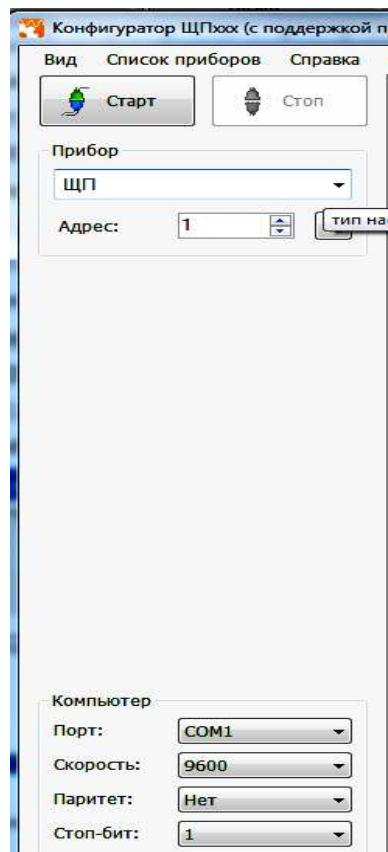

Рисунок 3 – Запуск программы конфигуратора
3.8.2 Для запуска программы конфигуратора (после успешной авторизации пользователя) необходимо выбрать тип прибора (ЩПхх), адрес прибора (при первом запуске адрес по умолчанию - 1) и задать следующие параметры соединения (рисунок 3): порт связи; скорость обмена данными; паритет; количество стоп-бит; адрес прибора.